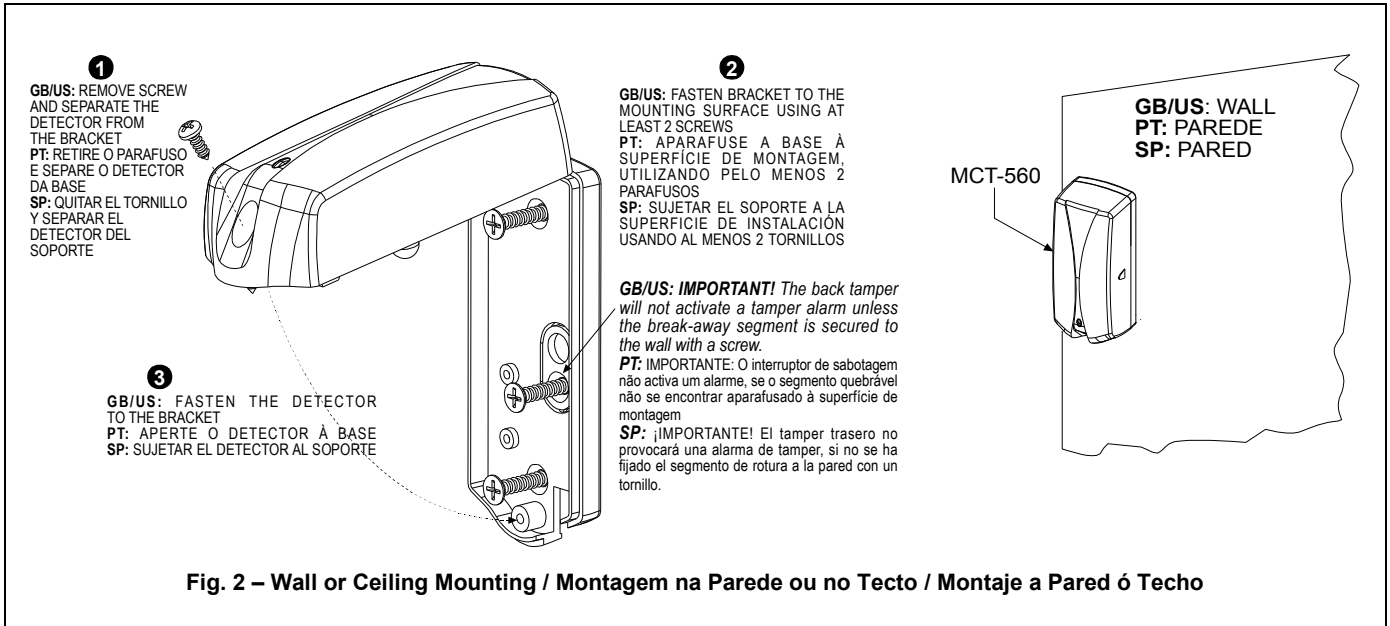

Fig. 2 – Wall or Ceiling Mounting / Montagem na Parede ou no Tecto / Montaje a Pared ó Techo
Siga las instrucciones señaladas en las Figs. 2 y 3 donde se muestra como abrir el detector y acceder al DIP switch.
Sítúe los switches en la posición deseada antes de instalar la pila (ver Fig. 2). Para activar las alarmas de temperatura, seleccione al menos un punto de temperatura conforme a la tabla 2. Utilice un bolígrafo u otro objeto con punta para mover los switches.
2. Inserte la batería en sus terminales (ver Fig. 2), respetando la polaridad. Para una correcta operación, solo use baterías de Lithio (Panasonic / Sanyo tipo CR2 or equivalentes).